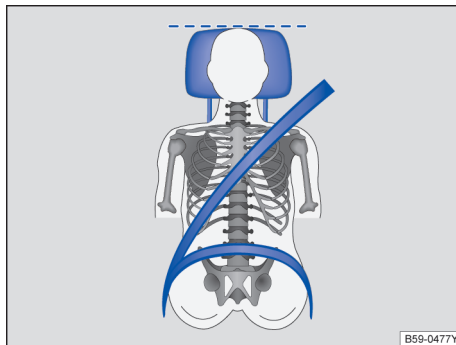

图 29 驾驶员头枕的正确位置
- 调节头枕，使头枕的上沿与您的头顶等高，不可低于眼睛，头部尽可能贴近头枕→图 29。